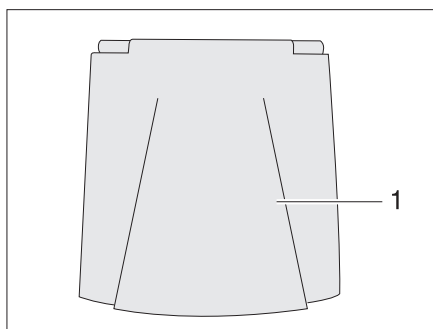

Fig. 37 Tapa de cierre para el tubo de llenado de combustible
- Abrir la tapa de cierre (Fig. 37,1).
- Introducir la llave en el cilindro de cierre (Fig. 37,3) y girar en sentido contrario a las agujas del reloj.